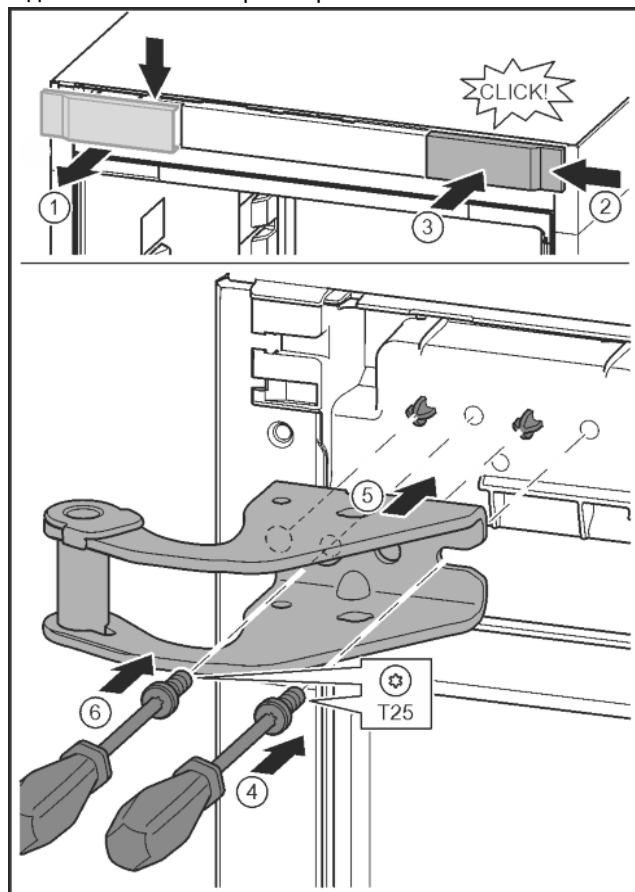

Fig. 13
- ▶ Відпустіть кришку та зніміть збоку. Fig. 13 (1)
- ▶ Почепіть кришку, що повернута на 180°, з іншого боку праворуч. Fig. 13 (2)
- ▶ Зафіксуйте кришку. Fig. 13 (3)
- ▶ Встановіть гвинт за допомогою викрутки T25. Fig. 13 (4)
- ▶ Встановіть верхній опорний кронштейн. Fig. 13 (5)
- ▶ Закрутіть гвинт. Fig. 13 (4)
- ▶ Встановіть та закрутіть гвинт за допомогою викрутки T25. Fig. 13 (6)